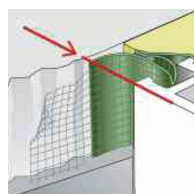

Fig.5 :
- En premier lieu appliquer une couche fine de crépi sur le mur (Fig.5)
- Appliquer la grille dans le crépi humide. La membrane fermée doit recouvrir le joint entre la menuiserie et le mur. Placer la jonction, comme sur la figure 5, au droit du trait rouge.